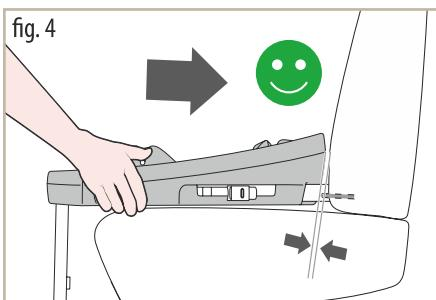

fig. 4
- Tryck sedan basen mot ryggstödet tills den är helt i linje med ryggstödet (fig. 4).